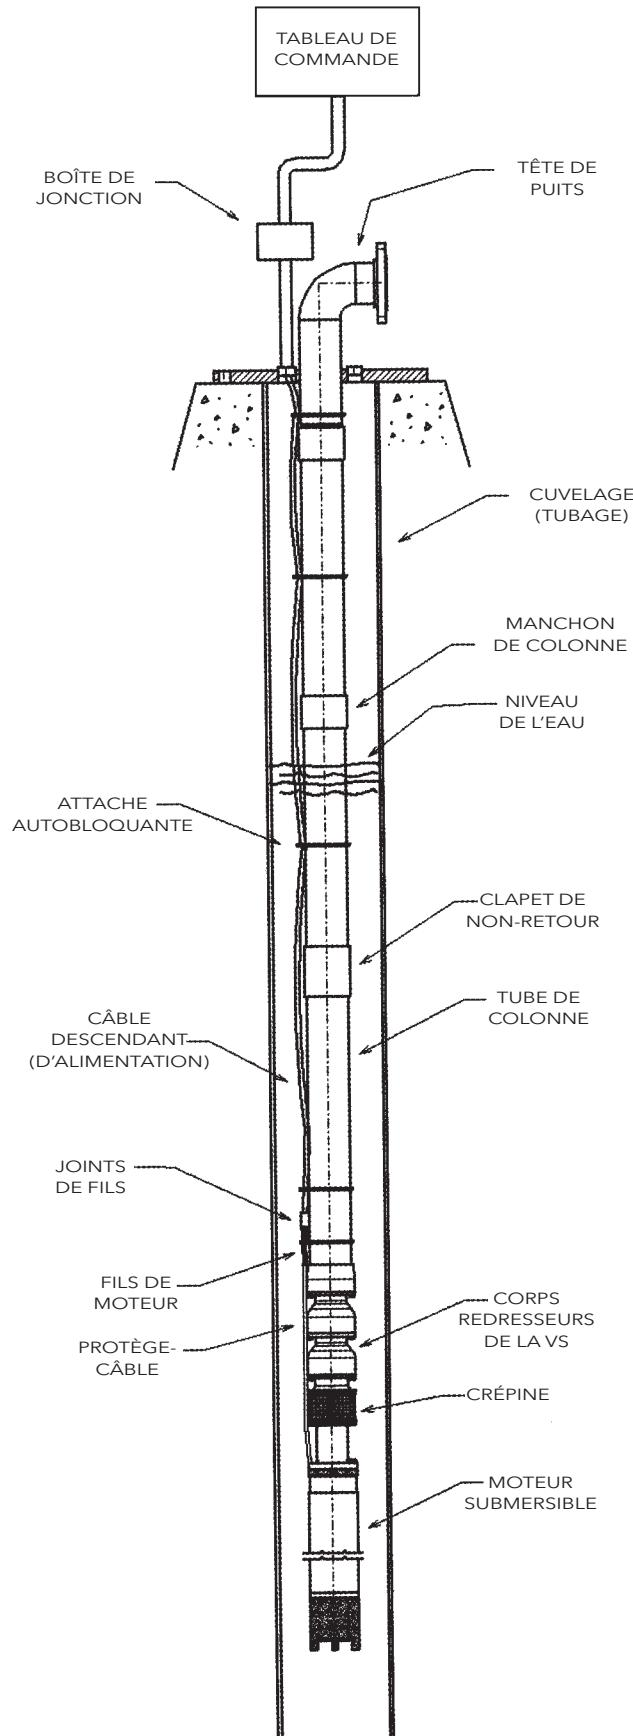

Figure 1 — Installation type d'une pompe submersible
La VS de Goulds Water Technology est une pompe à bulbes submersible offrant une fiabilité maximale. Son débit varie de 100 à 5 000 gal US/min et plus, à une hauteur de charge de 1 000 pi. *La fig. 1 montre l'installation type d'une VS.*
4. Poser une attache autobloquante au-dessous et au-dessus des joints de fils (*v. fig. 1*). Prendre garde de ne pas endommager le câble. Si l'on doit installer une conduite d'air, la placer le long du câble et veiller à ne pas l'écraser avec les attaches. Si les joints de fils risquent de frotter contre le cuvelage durant la descente de la pompe dans le puits, il est suggéré de les protéger avec une feuille de caoutchouc épais ou d'acier. S'assurer que l'installation de mise à la terre est en place.
8. Une fois le dernier tube de colonne posé, mais avant de mettre la tête de puits en place, fixer le câble avec une attache autobloquante, entre le dernier manchon de colonne et la tête de puits (*v. fig. 1*). Enfiler le conducteur de mise à la terre et le câble dans le gros